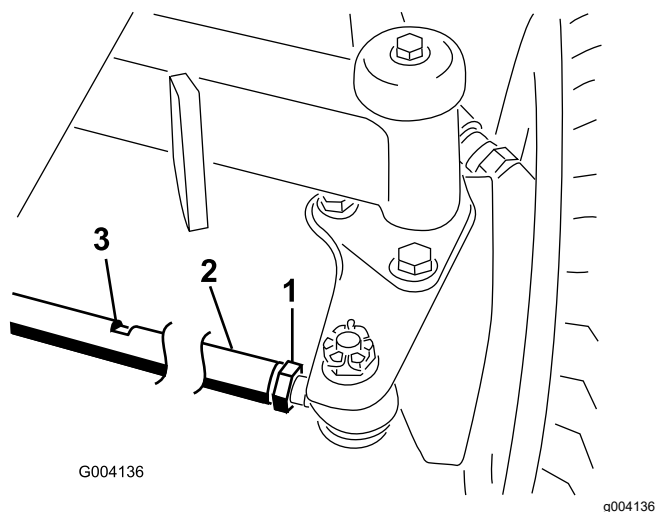

Figura 98
1. Afrouxe a contraporca em cada extremidade da barra de direção (Figura 98).